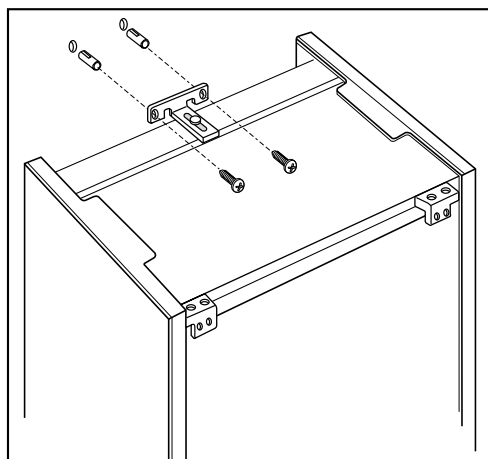

Fig. 15
- Le fixer au mur au moyen de l'équerre prévue à cet effet (Fig. 15).